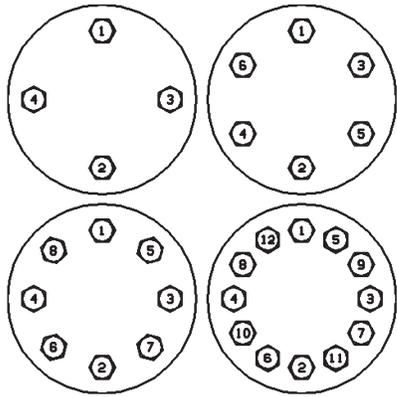

Figura 22: Sequência de torques
3. Aperte as porcas do corpo (B014) uniformemente, aplicando o torque nos incrementos e nas sequências definidas na Tabela 6 e na Figura 22.